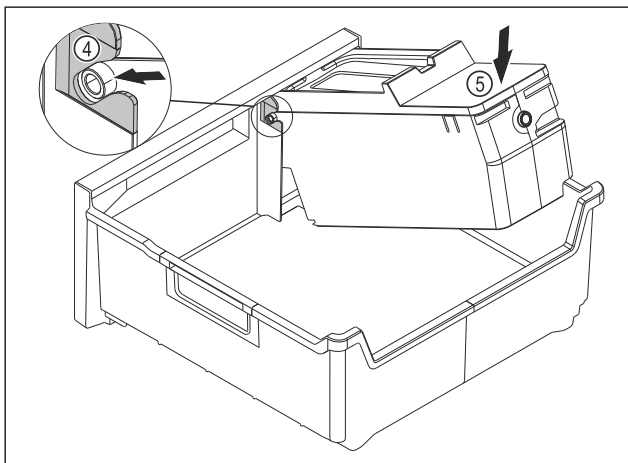

Fig. 187
- ▶ Montirajte glavni del EasyTwist-Ice: Osi glavnega dela EasyTwist-Icepotisnite v vodila Fig. 187 (4).
- ▶ Glavni del EasyTwist-Ice Fig. 187 (5) potisnite zadaj navzdol.